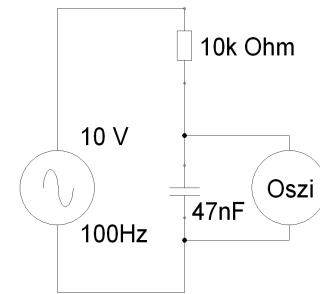

Abbildung 4.14: Aufbau zur Messung der Kondensatorentladung mit dem Oszilloskop.
- Bauen Sie die Schaltung in Abbildung 4.14 auf.